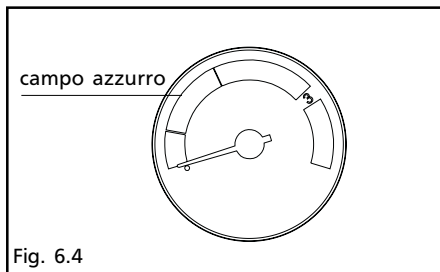

Fig. 6.4
- agire sul rubinetto di riempimento (C), posto sotto la caldaia, fino a che la pressione indicata dall'idrometro di pressione sia compresa tra 1 e 1,5 bar (campo azzurro) fig. 6.4.